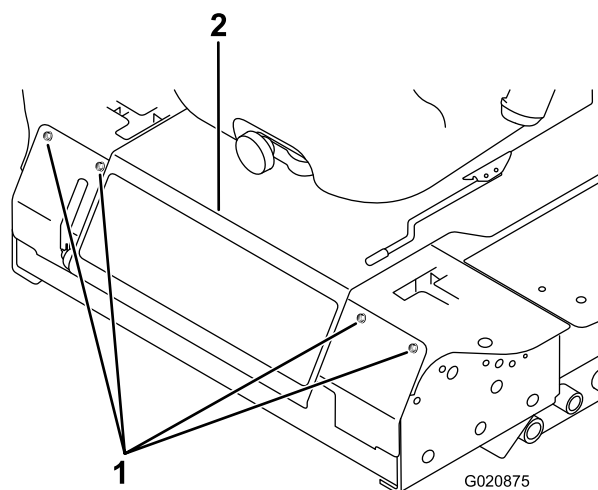

Figura 56
3. Togliete i bulloni che fissano il pannello anteriore, e rimuovete il pannello (Figura 56).